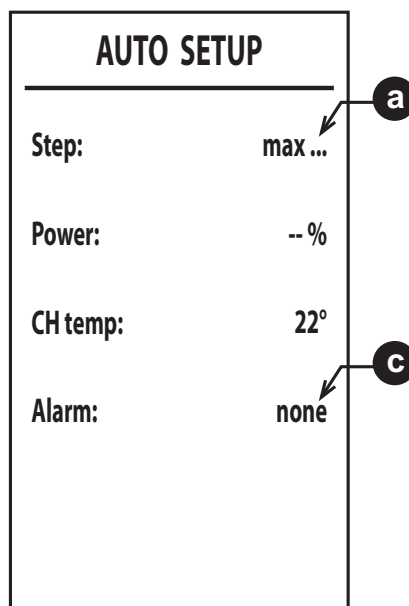

рис. 53
6. После розжига горелка переключается на нагрев с различной мощностью (макс., ср., мин.), как описано в пункте **a** (рис. 53).
8. Если последовательность розжига, описанная в пункте «6», не удалась, появится сообщение **max_err** в пункте **a** и код ошибки в пункте **c** (рис. 53).